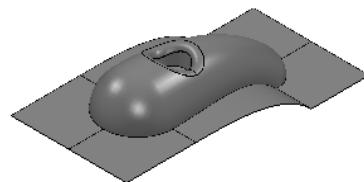

图 2-116 打开范例文件
2) 选择下拉菜单中的“文件”→“范例”命令，弹出“打开范例”对话框，选择“cowling.dkg”（“随书光盘：\第 2 章\exercise15\uncompleted\cowling.dkg”）文件，单击“打开”按钮即可，如图 2-116 所示。